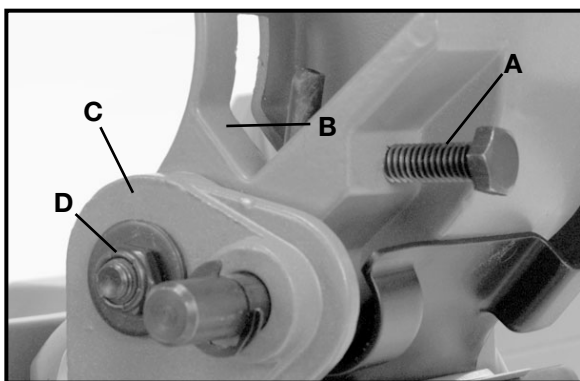

Fig. 32
La tension du ressort de rappel de la tête de coupe a été ajustée en usine de manière que la tête de coupe revienne en position haute après une coupe. Pour réajuster la tension du ressort, tournez la vis de réglage (A) fig. 32 dans le sens horaire pour augmenter la tension du ressort, ou dans le sens antihoraire pour la diminuer.
Après un certain temps d'utilisation, il peut être nécessaire de régler le jeu entre le bras de la tête de coupe (B) fig. 32 et le tourillon (C) en resserrant l'écrou (D). Le réglage est correct lorsqu'un glissement sans jeu est obtenu entre ces deux pièces. Ce réglage ne doit pas être trop serré car il restreindrait le mouvement de glissement du bras de la tête de coupe (B), ni trop lâche, car il affecterait la précision des coupes.